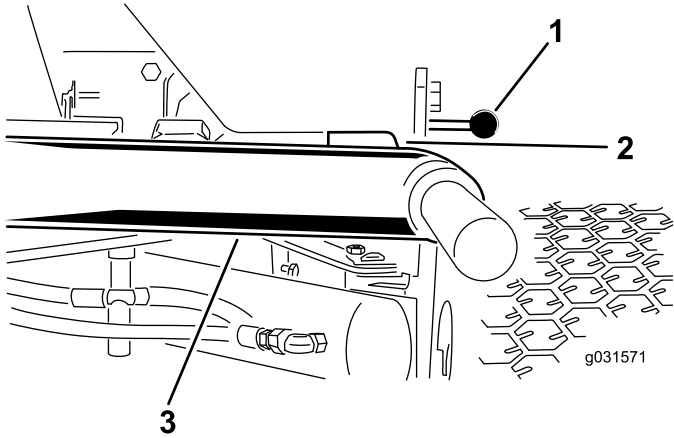

图 11
1. 启动发动机升起滚刀组确保各个提升臂与底板支架之间的间隙介于 58mm 之间如图 11 所示。